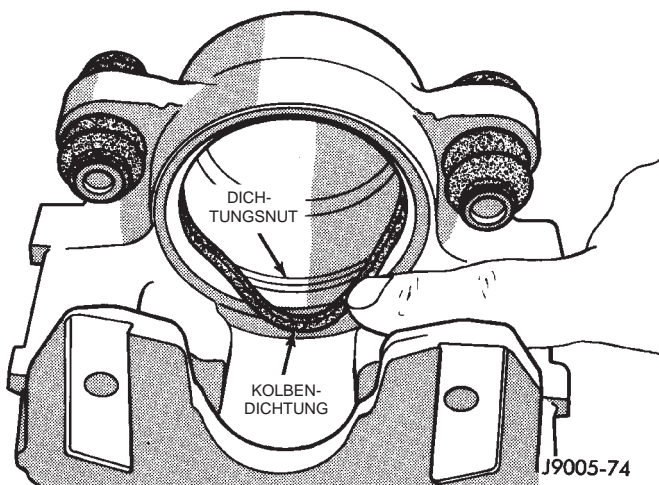

Abb. 71 Einsetzen der Kolbendichtung
(4) Die neue Kolbendichtung mit den Fingern in die Nut eindrücken (Abb. 71).